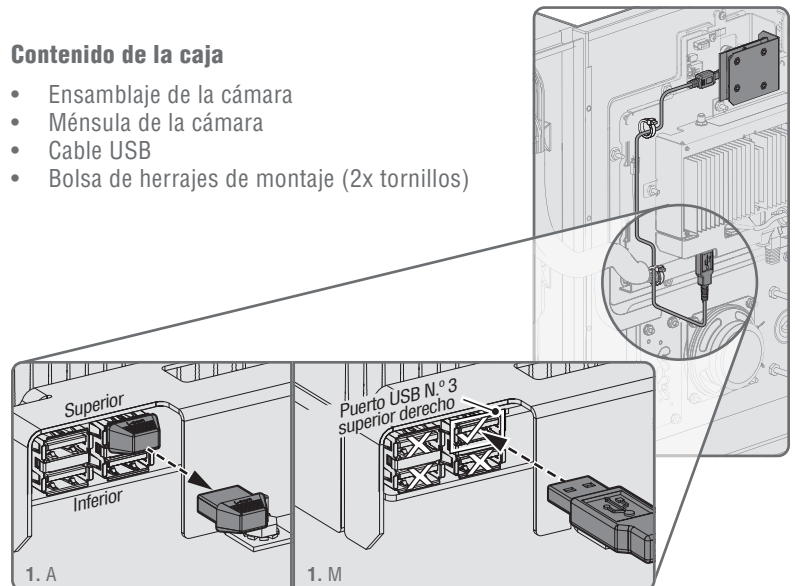

Figura 1. Retirar el USB falso y conectar el cable USB al puerto USB N.º 3 en el lado superior derecho del controlador.
5. Use las pinzas para desenchufar el enchufe falso superior derecho de la entrada USB en la tarjeta de control (controlador). (Figura 1.A)
6. **SE DEBE UTILIZAR LA ENTRADA USB N.º 3** para conectar la cámara. El extremo Micro USB del cable USB se conecta a la cámara y el extremo USB estándar se conecta específicamente al puerto USB 3 (el puerto USB superior derecho en el controlador.) (Consulte la Figura 1.B)